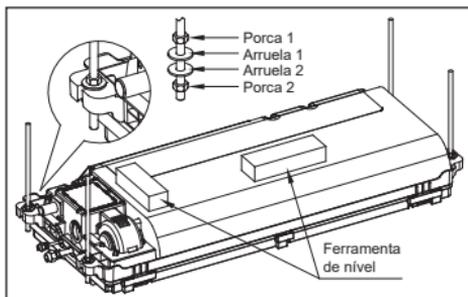

FIG. 43
- Fixe a unidade nas hastas de suspensão e utilize uma ferramenta de nível (nível de bolha) para nivelar corretamente a unidade (Fig. 43).
- Depois de ajustar a altura e verificar se a unidade está nivelada, utilize as quatro arruelas 1 e porcas 1 para fixar com segurança a unidade nas hastas (Fig. 43).